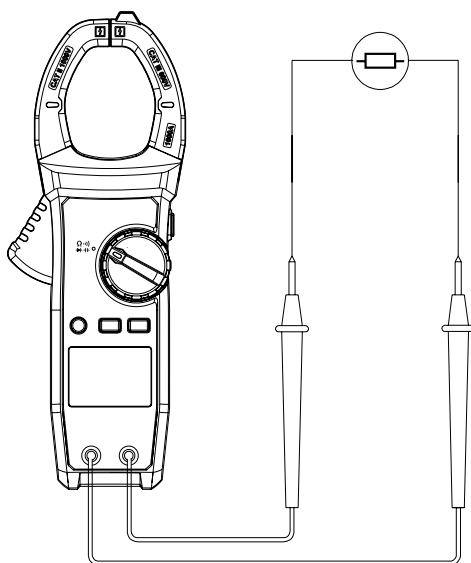

Рис. 8 Измерение сопротивления
- 2) Установите переключатель на « Ω »), нажмите SELECT, чтобы выбрать измерение сопротивления Ω , подсоедините щупы тестовых проводов к выводам тестируемого элемента (см. рис. 8).